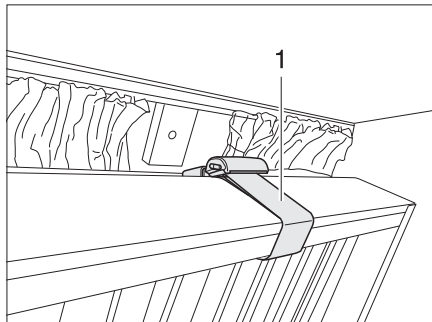

Bild 58 Etagenbett, klappbar
- ▶ Wenn das Etagenbett nach oben geklappt ist, das Etagenbett mit dem Sicherungsgurt (Bild 58,1) sichern. Verletzungsgefahr!
Die Etagenbetten können nach oben geklappt und mit dem Sicherungsgurt (Bild 58,1) gesichert werden. Der Bereich unter dem Bett ist dann als Stauraum nutzbar.